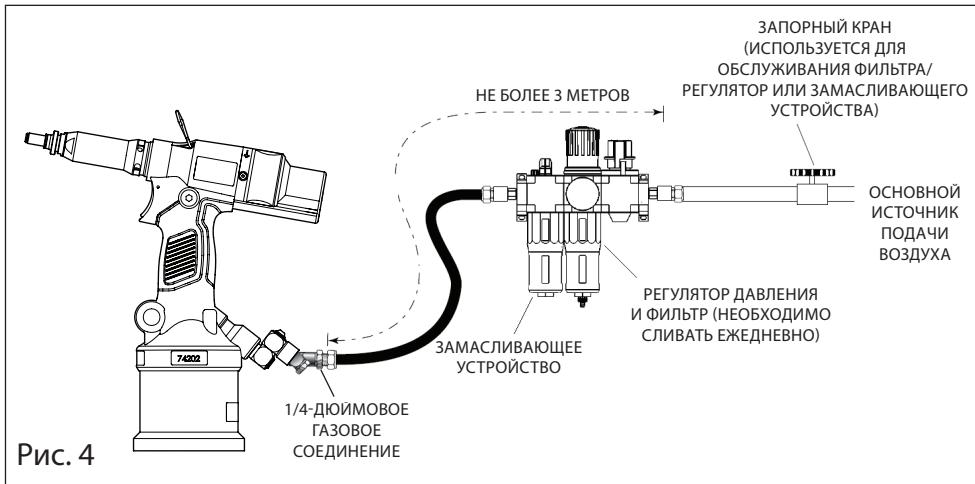

Рис. 4
- Регуляторы давления и системы автоматической смазки/фильтрации должны быть установлены не далее 3 метров от инструмента (см. рис. 4).